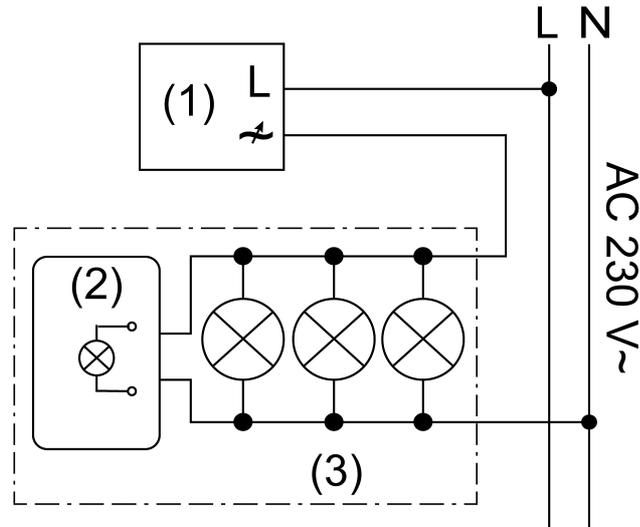
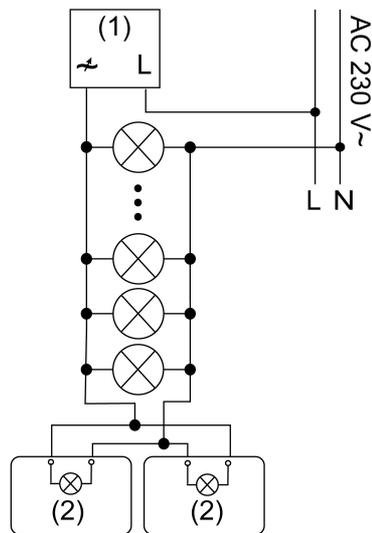

Figure 1
Figure 2: Exemple de raccordement dans le boîtier de lampe
- (1) Variateur en fonctionnement par découpage de fin de phase
- (2) Module
- (3) Éclairage avec lampe LED HT
- Raccorder le module au conducteur neutre et à la phase variée, parallèlement à la lampe LED HT, (figure 1) Exemple de raccordement dans le boîtier de lampe, (figure 2) Exemple de raccordement avec deux modules.